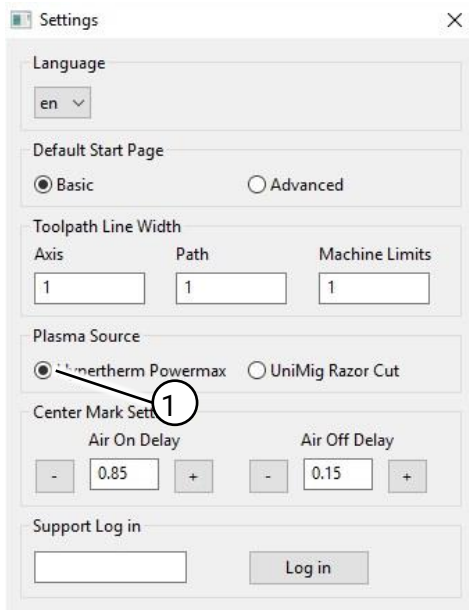

Fig. 44 Instellingenvenster
- Selecteer de juiste plasmabron in het instellingenvenster (Fig. 44 (1)). Daarna moet u de Swifty-CNC-toepassing opnieuw starten.